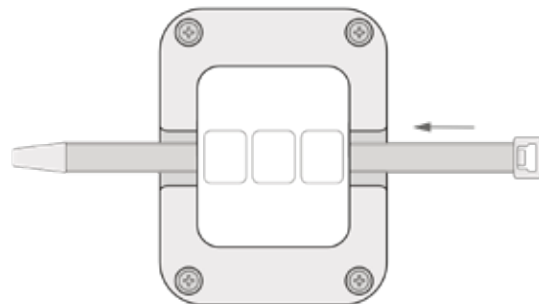

Fig. 02
2. Faire passer l'attache autobloquante (fournie avec le produit) dans le canal situé sur la partie avant du capteur (fig. 02).